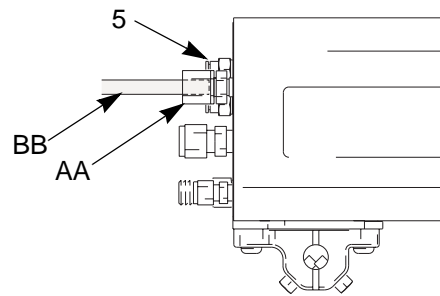

Fig. 7. Câble à fibres optiques
2. Ôter l'écrou (AA) du raccord à fibres optiques (5) et le faire coulisser par dessus l'extrémité du câble (BB). Voir Fig. 7.
3. Enfoncer le câble (BB) dans le raccord (5) jusqu'en butée. Serrer l'écrou (AA) pour fixer le câble.